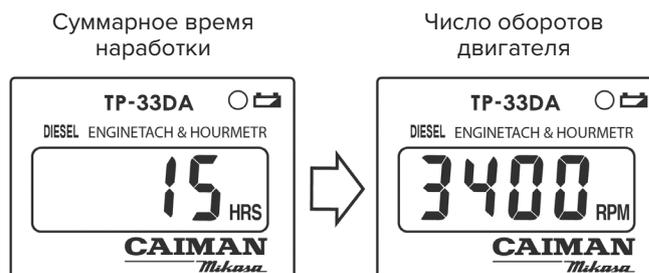

Рис. 18
5) Во время работы на дисплее отображается число оборотов двигателя (рис. 18).